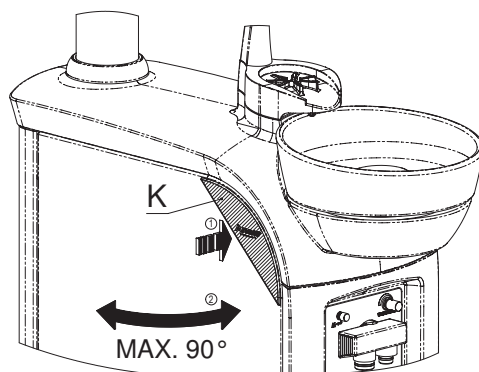

Fig. 8
Le panneau frontal (C) comporte un filtre à canules, (D) c'est la porte latérale du groupe hydrique (fig. 8).